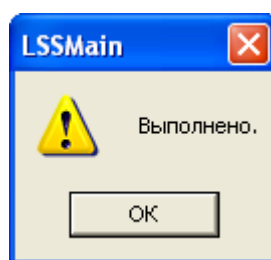

Рис. 4-8
3. Нажмите на кнопку **Выгрузить в файл**. В результате успешного завершения экспорта появится сообщение, представленное на рис. 4-8.